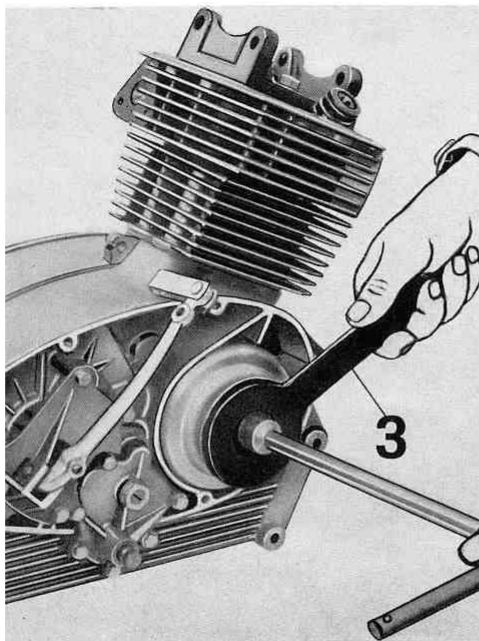

Fig. 10
- il dado tenuta volano con attrezzo di tenuta n. 53911800 (3 di fig. 10);